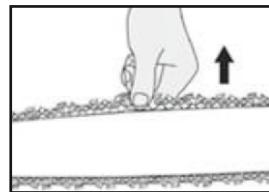

Рис.5
**Пильная цепь натянута верно, если в середине направляющей шины ее можно приподнять на 3-4 мм. И Цепь легко проворачивается рукой по шине Рис.5.**